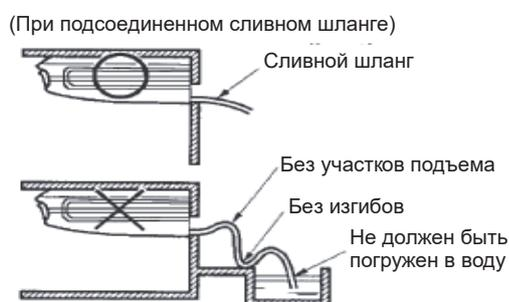

Рис. 10
- Во избежание образования воздушных пробок на пути слива конденсата длина дренажного патрубка должна быть мала, и он должен иметь уклон не менее 1/100 (см. рис. 10).